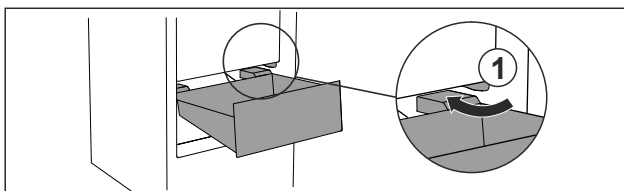

Fig. 57
- ▶ Lade schuin rond de stoppers Fig. 57 (1) leiden.